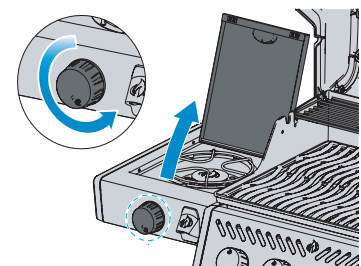

Fig. 2
4. Falls der Brenner nicht zündet, drehen Sie den Bedienelement im Uhrzeigersinn zurück auf AUS. Warten Sie fünf Minuten. Wiederholen Sie Schritt 2 und 3. (Fig. 2)